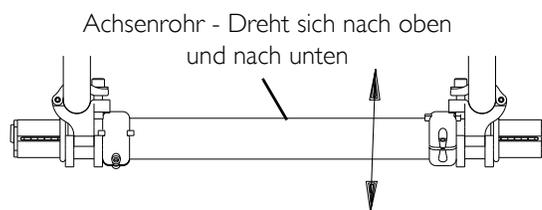

ABBILDUNG 5.10 Einstellung von Vorspur/Nachspur - Verstellbares Sturzrohrsystem - Laufeinstellung
HINWEIS: Nähere Angaben zu diesem Verfahren finden Sie in ABBILDUNG 5.10 auf Seite 45.
7. Drehen Sie entweder den rechten oder den linken Einstellring, bis sich der Anschlag auf dem Ring an der Oberseite des Schlitzes in der Sturzselle befindet, wie in ABBILDUNG 5.10 dargestellt, und ziehen Sie die Kreuzschlitzschraube auf dem positionierten Einstellring fest.
HINWEIS: ABBILDUNG 5.10 zeigt zwei Beispiele, wie die Einstellringe positioniert werden können.